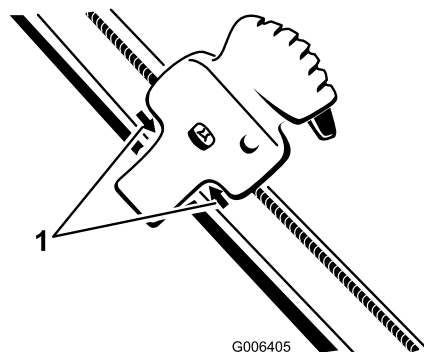

Figure 32
2. Placez la commande Quick Shoot entre les deux flèches situées sur le côté droit de la partie supérieure du guidon (Figure 32).